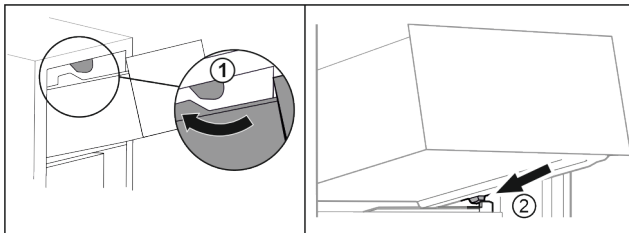

Fig. 68
- ▶ Prevedte zásuvku okolo horných zarážok. Fig. 68 (1)
- ▶ Nasadte zásuvku šikmo za dolnými zarážkami na rebro nádoby. Fig. 68 (2)